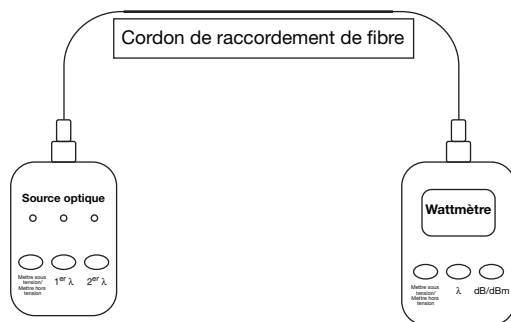

Figure 3
3. Brancher une source laser (SM) ou DEL (MM) à une extrémité de la fibre et un wattmètre à l'autre extrémité de la fibre. Voir Figure 3.